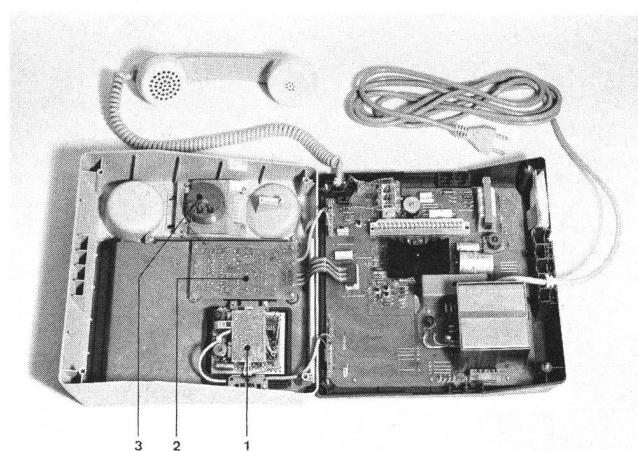

Fig. 4.
Les appareils d'abonnés ouverts sont représentés aux figures 4 et 5. La partie supérieure du boîtier, qui est la même pour les deux équipements, abrite l'unité de sélection (1), la platine des touches de commande (2) et la capsule d'appel (3). La partie inférieure du boîtier est cependant différente dans l'appareil de chef, vu qu'elle contient le bloc réseau, et dans l'appareil de secrétaire, où est logé le bloc de commande.